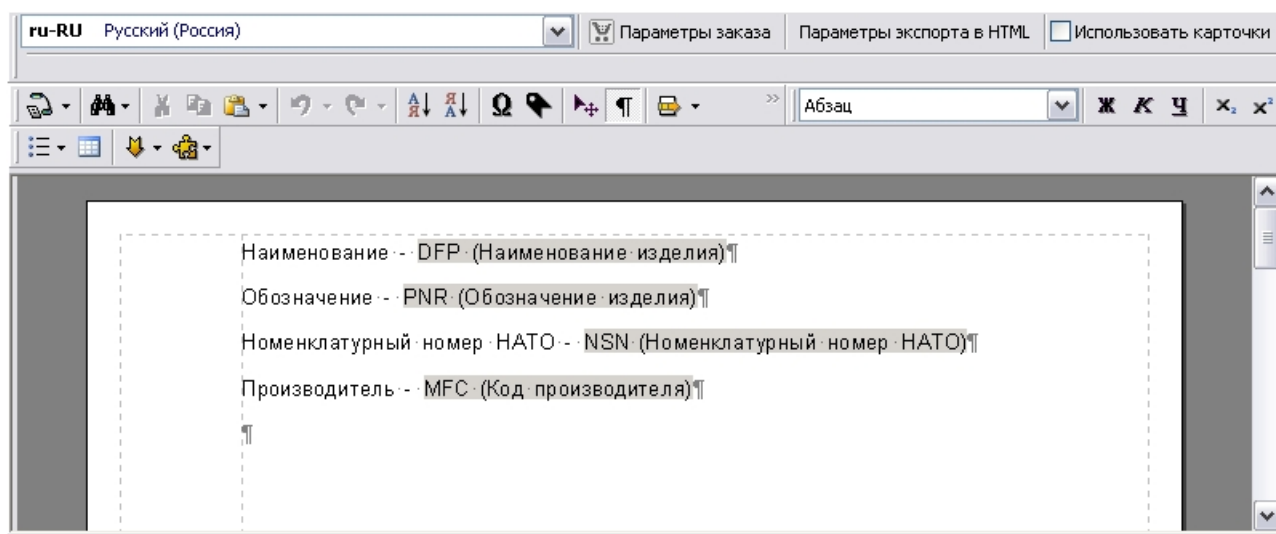

Рис. 3.31
4. Перенесите на карточку каталога необходимые атрибуты. Пример карточки каталога показан на Рис. 3.31.